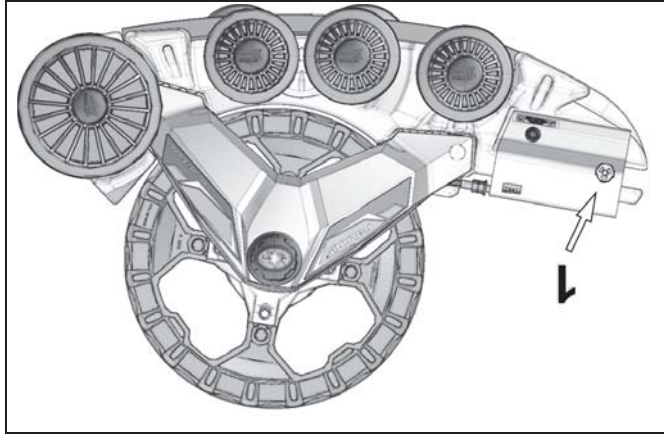

Figure 21
- Enlevez les deux roues de 202 mm (1) au tensionneur de chenille. Voir la Figure 21.